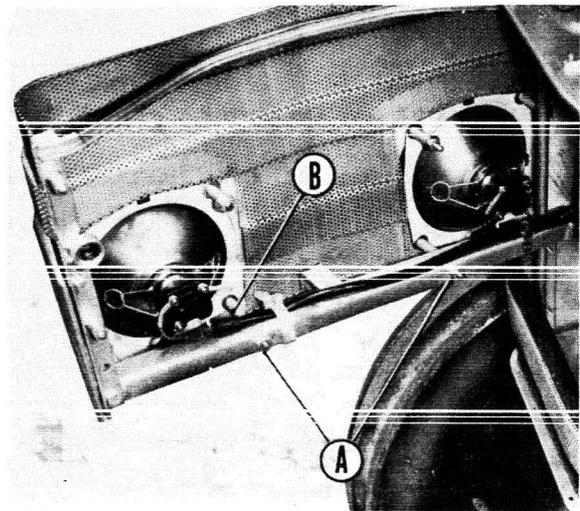

Fig. 5
- 3° Placer et serrer les 2 écrous de serrage des supports de phare sur la barrette inférieure (fig. 5-A).
- 2° Placer le ressort entre 2 rondelles plates puis l'écrou sur chacune des 4 vis de chaque phare (fig. 5-B).